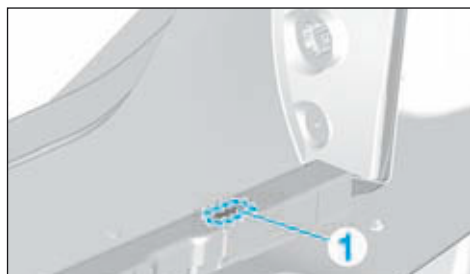

FIG.108
- Appliquer un mastic d'étanchéité indice "A1" sur le pourtour de l'obturateur (1) (Fig.108).